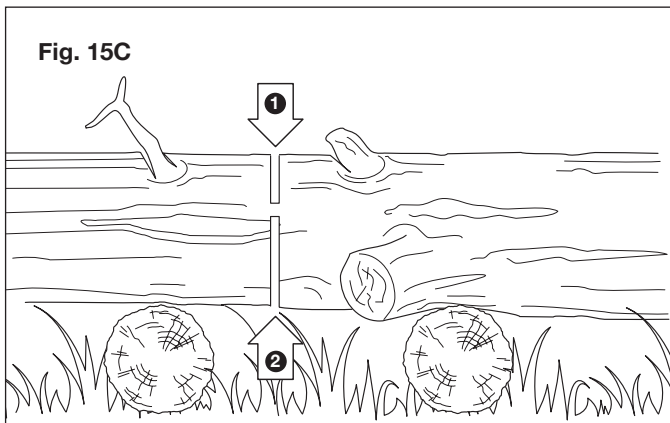

Fig. 15C
- Cuando el tronco es sostenido en sus dos extremos (Fig. 15C), corte $\frac{1}{3}$ del diámetro desde arriba (leñado desde arriba hacia abajo). Luego haga el corte final mediante un leñado desde abajo hacia arriba a través de los $\frac{2}{3}$ inferiores del diámetro para encontrar el primer corte.